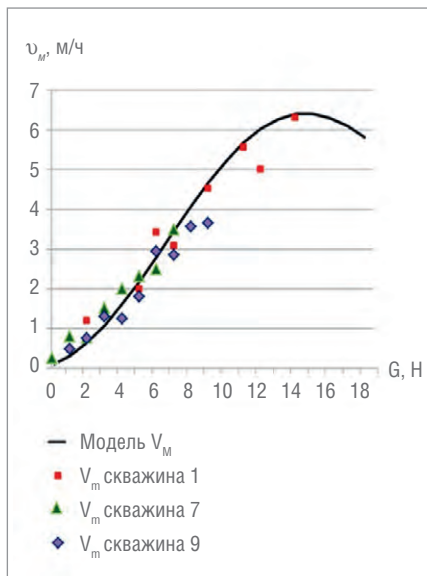

Рис. 5. Буровые данные и график функции $v_m = f(G)$
Рассчитанная по модели (2) кривая скорости проходки и опытные данные проходки этих скважин показаны на рис. 5.